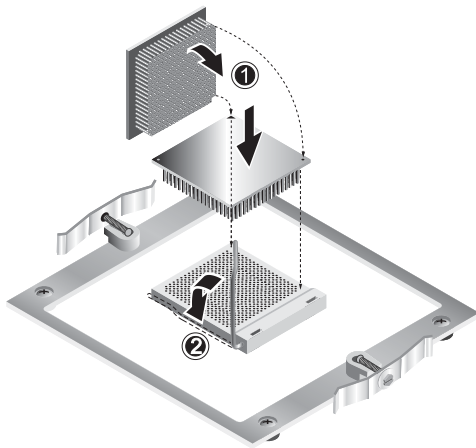

РИСУНОК 4-11 Установка процессора
3. **Совместите процессор с разъемом таким образом, чтобы контакт 1 процессора (с зазубренным углом) совпадал с отверстием 1 разъема (указан стрелкой в углу разъема). См. РИСУНОК 4-11.**
5. Когда процессор расположен в разьеме, нажмите на рычаг фиксации, чтобы закрепить процессор (см. РИСУНОК 4-11, элемент 2).